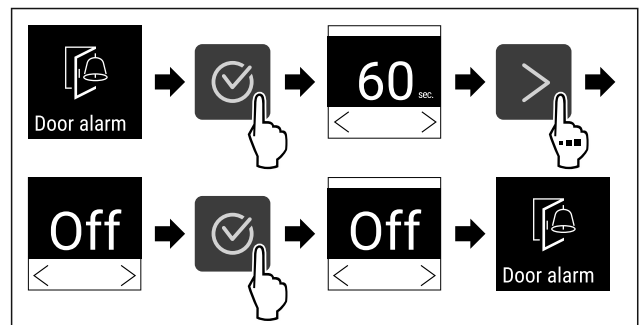

Fig. 97
- ▶ Провести етапи операцій (див. Fig. 97) .